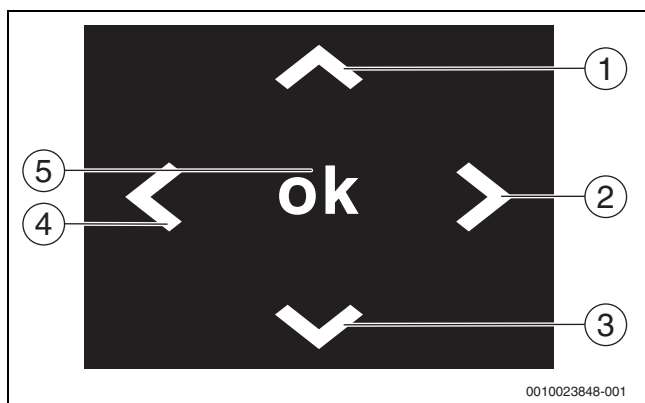

Fig. 13 Aperçu des éléments de commande
- ▶ Sélectionner l'option correspondante en naviguant avec les touches fléchées (→fig. 13).